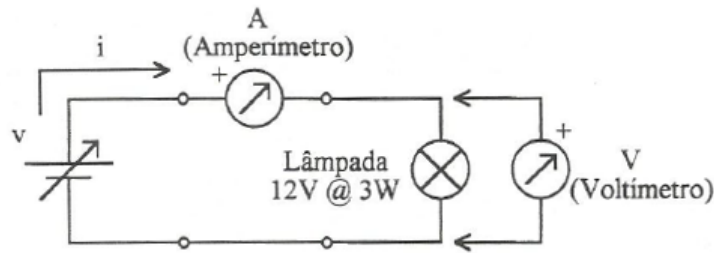

Figura 4: Montagem para avaliar-se a não linearidade de um bipolo não ôhmico.
1. Montar o circuito ilustrado na figura 4, o qual envolve uma lâmpada incandescente de baixa potência.